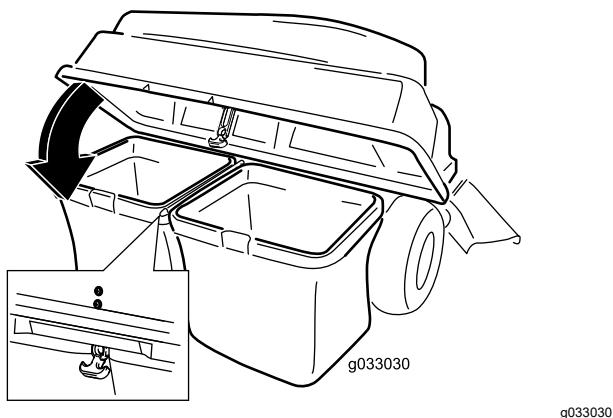

Figure 19
- Abaissez le couvercle du système de ramassage sur les bacs (Figure 19).
- Fixez le couvercle avec le verrou (Figure 19).